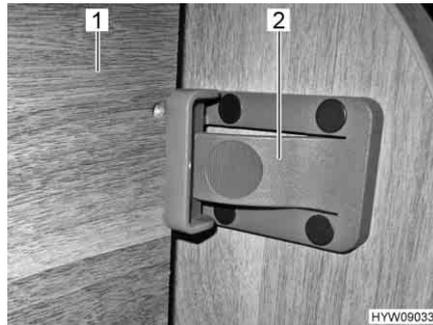

Fig. 29 Retención delantera
- Levantar la cama (Fig. 29,1).
- Retener la cama con el pestillo (Fig. 29,2) en la pared del mueble.
- Presionar el pestillo (Fig. 29,2).